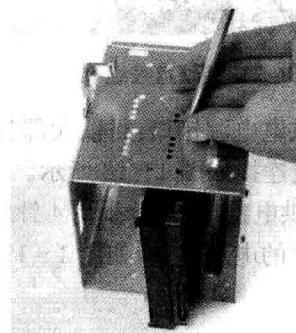

图 1-14 安装硬盘
- 2) 将硬盘装入托架中,并拧紧螺丝,如图 1-14 所示。